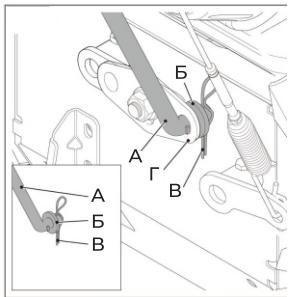

Рис. 5
- Снимите с рычага (рис. 5, поз А) предварительно установленные шайбу (рис. 5, поз Б) и шплинт (рис. 5, поз В)
- Вставьте рычаг (рис. 5, поз А) в кулиску коробки передач (рис. 5, поз Г).
- Установите шайбу (рис. 5, поз Б) и зафиксируйте шплинтом (рис. 5, поз В).